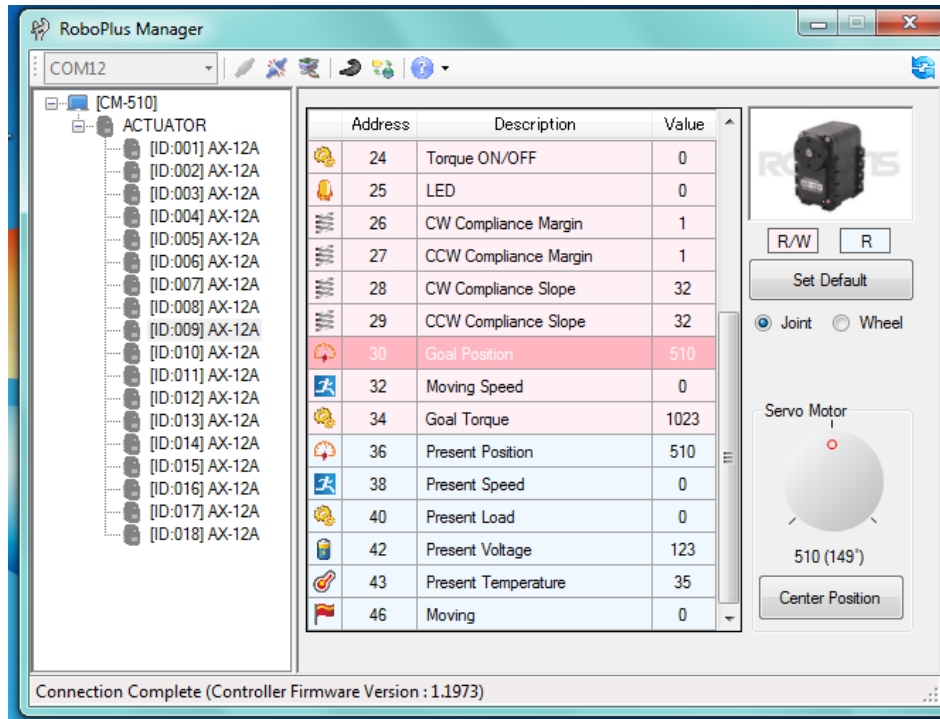

Figura 3.6 Visualización de las características de los diferentes componentes del Robot Bioloid Premium.
- 1.- Conectamos la interfaz RS-232 serial, de la computadora al robot; seleccionamos el puerto y presionamos el icono para establecer conexión entre el software y el robot (Ver Figura 3.6).